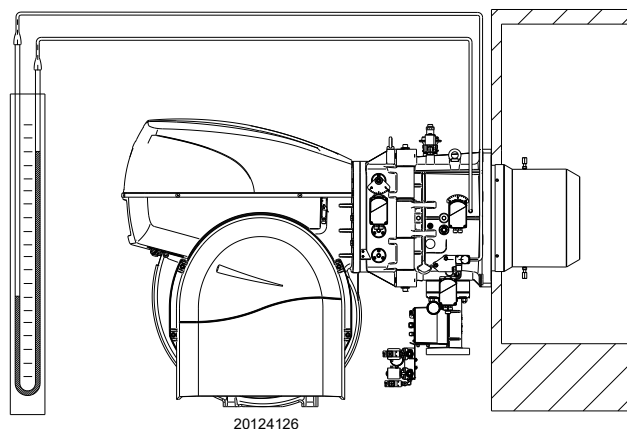

Fig. 35
- Montar un manómetro en U o un manómetro de tipo diferencial (Fig. 35), con toma (+) en la presión del gas del manguito y (-) en la cámara de combustión. Se utiliza para medir la potencia MÁX aproximada del quemador.
La llegada de gas al manguito puede observarse en el manómetro en U (Fig. 35).